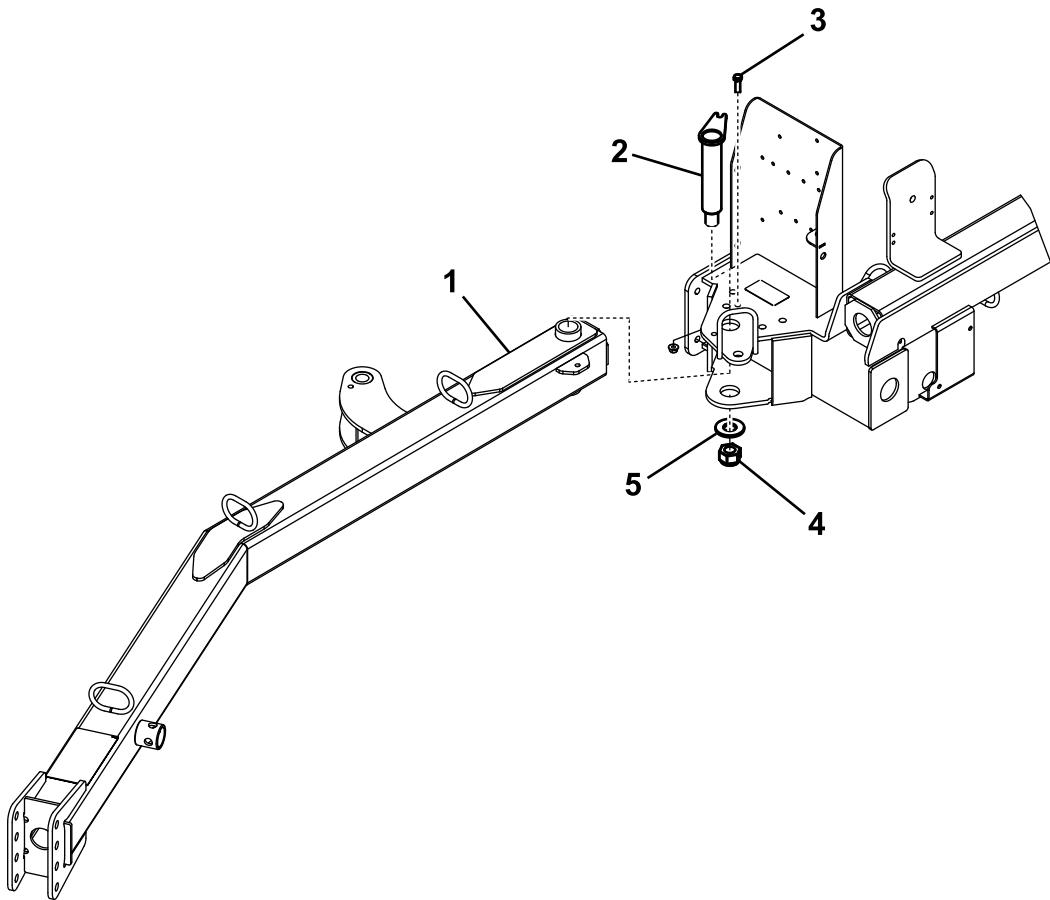

Figura 3
1. Inserir a extremidade traseira do garfo de engate entre as placas de montagem na vassoura enquanto se alinharm os orifícios de montagem (Figura 3).
2. Insira o pino de engate nas placas de montagem e no garfo de engate (Figura 3).
3. Fixe a parte superior do pino de engate à placa de montagem com um parafuso de 3/8- x 1-1/4 polegadas e uma porca de bloqueio de 3/8 polegadas (Figura 3).
4. Prenda a parte inferior do pino de engate com uma anilha grande, uma porca grande e um parafuso de afinação de cabeça quadrada (Figura 3).